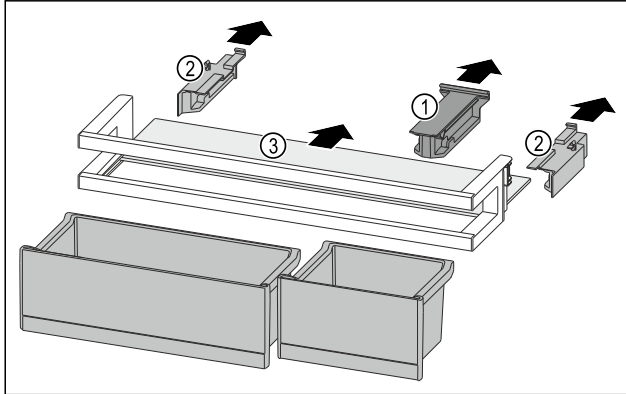

Fig. 239
- ▶ Vedä kiinnitysosa Fig. 239 (1) irti.
- ▶ Vedä sivuosat Fig. 239 (2) irti.
- ▶ Ota säilytyshylly Fig. 239 (3) pois.